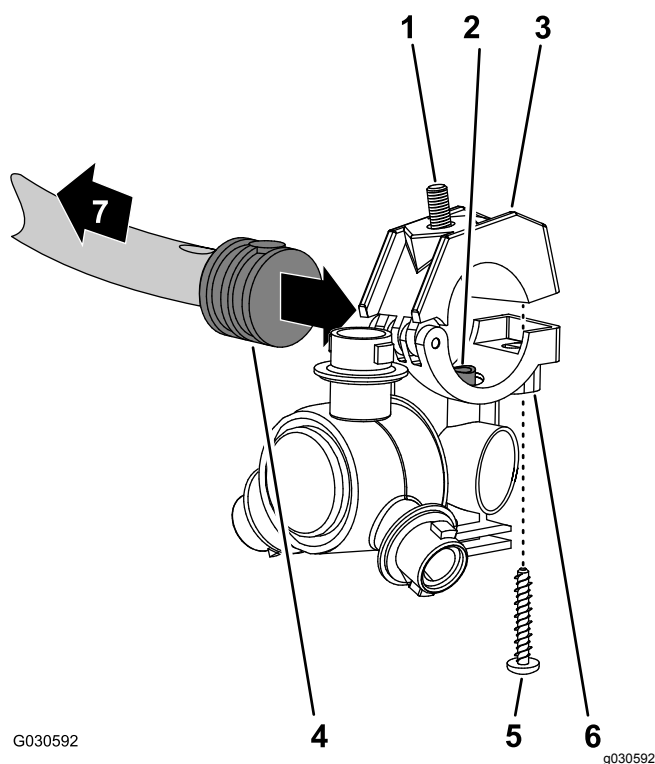
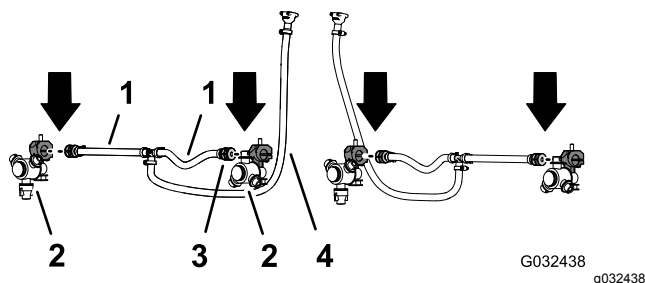

Figura 57
Figura 58
- Lavorando con i 2 ugelli dell'irroratrice del kit di finitura dell'impianto di irrorazione GeoLink, rimuovete la vite in acciaio inox che fissa la metà superiore della fascetta alla sella (Figura 57).
- Individuate il foro sul lato del portagomma dentellato singolo all'estremità del flessibile da 25 cm del gruppo flessibili (valvola dell'irroratrice 5 o 6) per la sezione di irrorazione centrale (Figura 57 e Figura 58).
- Allineate il tubo di trasferimento sulla sella di un ugello dell'irroratrice (Figura 57) con il foro sul lato del portagomma dentellato singolo ($\frac{1}{2}$ ").
- Chiudete la metà superiore della fascetta attorno al portagomma dentellato e fissate la metà della fascetta e il corpo dell'ugello dell'irroratrice (Figura 57) con la vite in acciaio inox (n. 12 x $1\frac{1}{4}$ "); serrate la vite in acciaio inox a 14–18 N·m.
- Lavorando con l'ugello dell'irroratrice, il bullone a testa esagonale e la vite in acciaio inox che avete rimosso ai passaggi 1 e 2 di Rimozione degli ugelli dell'irroratrice (pagina 27), ripetete i passaggi da 3 a 5 sul portagomma dentellato singolo (Figura 57 e Figura 58) all'estremità dell'altro flessibile da 25 cm.
- Lavorando con i 2 ugelli dell'irroratrice che avete rimosso al passaggio 4 di Rimozione degli ugelli dell'irroratrice (pagina 27), ripetete i passaggi da 3 a 5 per i portagomma dentellati singoli dell'altro gruppo flessibili (valvola dell'irroratrice 5 o 6) per la sezione di irrorazione centrale (Figura 57 e Figura 58).